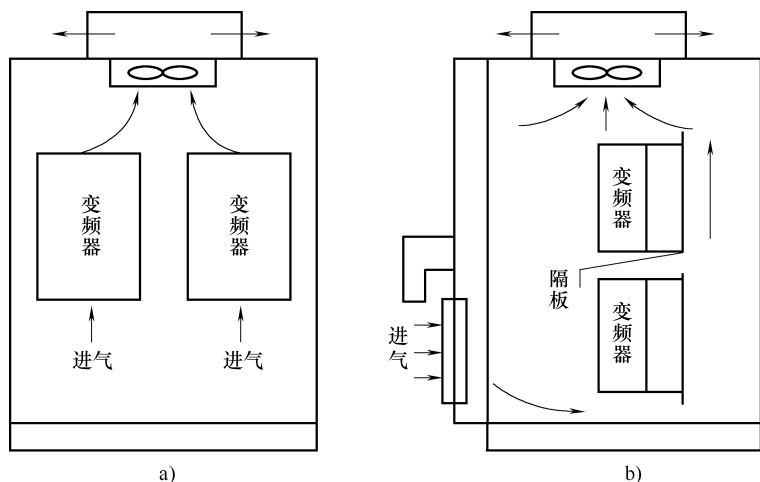

图 13-3 多台变频器的安装
④ 将多台变频器安装在同一装置或控制箱里时，为减少相互热影响，建议横向并列安装。必须上下安装时，为了使下部的热量不至影响上部的变频器，应设置隔板等物。箱（柜）体顶部装有引风机的，其引风机的风量必须大于箱（柜）内各变频器出风量的总和，没有安装引风机的，其箱（柜）体顶部应尽量开启，无法开启时，箱（柜）体底部和顶部保留的进、出风口面积必须大于箱（柜）体各变频器端面面积的总和，且进出风口的风阻应尽量小。多台变频器的安装示意图如图 13-3 所示。
(2) 变频器的使用
① 严禁在变频器运行中切断或接通电动机。
② 严禁在变频器 U、V、W 三相输出线中提取一路作为单相用电。
③ 严禁在变频器输出 U、V、W 端子上并接电容器。
④ 变频器输入电源容量应为变频器额定容量的 1.5 倍到 $500\text{kV}\cdot\text{A}$ 之间，当使用大于 $500\text{kV}\cdot\text{A}$ 电源时，输入电源会出现较大的尖峰电压，有时会损坏变频器，应在变频器的输入侧配置相应的交流电抗器。